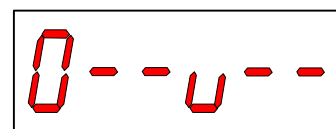
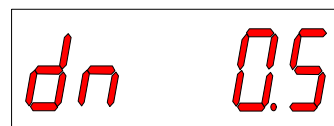

図 6-3
図 6-8
- 制御電源投入時は、スタートアップ表示後に図6-3のような初期状態表示となります。
供給後、モニター表示が「図6-3」のように初期状態表示になったことを確認します。
- モニター表示が「図6-8」のようになります。0.5秒のラップ時間経過後、モニター表示は初期状態表示「図6-3」に戻ります。